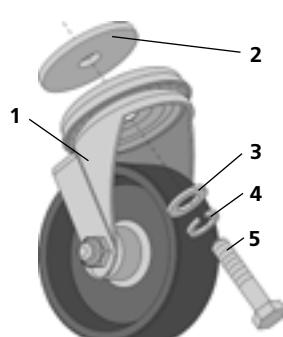

Figura 2
- suporturile rotative cu roți destinate pentru a facilita deplasarea frigidierului (întră în setul de livrare în conformitate cu tabelul 3 și figura 2);
- montați piesele în conformitate cu figura 2 și cu tabelul 3;
— în găurile eliberate instalați suporturile rotative cu roți cu frână (cu inscripția «STOP» pe tastă, în conformitate cu figura 4): introduceți în gaură surubul 5, în conformitate cu figura 2, montat în suport, și strângeti-l bine;